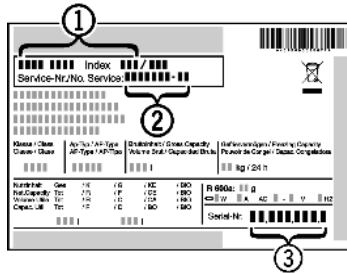

Fig. 13
▶ Прочетете от идентификационната табелка описанието на уреда Fig. 13 (1), сервизния № Fig. 13 (2) и серийния № Fig. 13 (3). Идентификационната табелка се намира на лявата вътрешна стена на уреда.
▶ Обадете се на сервизната служба и посочете неизправността, описанието на уреда Fig. 13 (1), сервизния № Fig. 13 (2) и серийния № Fig. 13 (3).